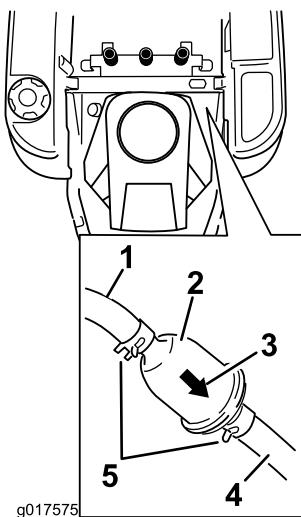

Figure 34
3. Repérez le filtre à carburant sur le côté du moteur, comme illustré (Figure 34).
4. Pincez les extrémités des colliers et éloignez les colliers du filtre (Figure 34).
6. Posez un filtre neuf en veillant à orienter la flèche indiquant le sens d'écoulement vers le moteur. Rapprochez les colliers de flexibles du filtre (Figure 34) pour le fixer en place.